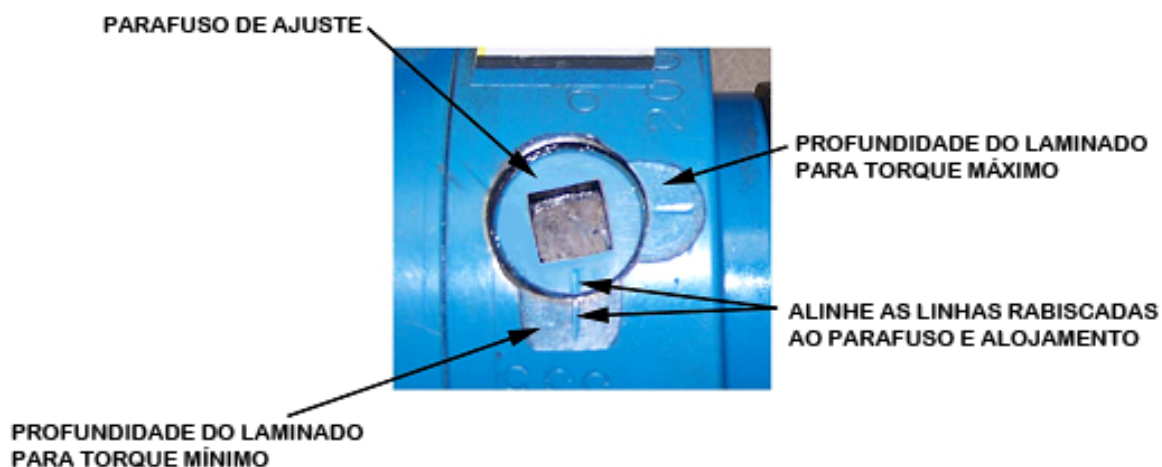

Figura 5-17 Definindo o Torque de Lançamento de Sobrecarga
5. Se o torque necessário é menor do que o valor especificado no passo 3, acima, aumente o torque girando o parafuso de ajuste (Figura 5-17) no sentido horário até que esteja alinhado com a próxima profundidade da lâmina na carcaça de embreagem e as linhas rabiscadas estão alinhadas, então o verifique o torque novamente. Não aumente a configuração de torque para além de 335 pol-lb para uma caixa de engrenagem de 52:1 ou 200 pol-lb para uma caixa de engrenagem de 125:1.